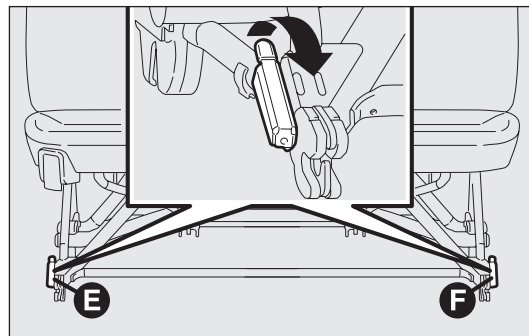

рис. 37
- из вертикального положения поверните рычаги E и F – рис. 37 вверх;